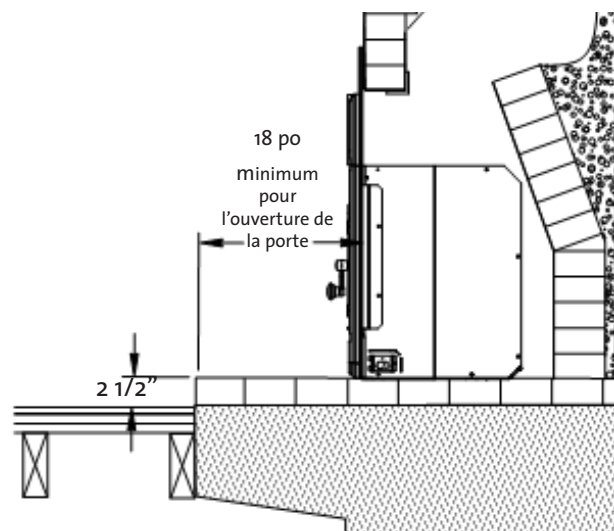

Figure 5. Pour le Canada: Profondeur minimum d'un plancher surélevé approuvé par les normes.
- b) Si elle est surélevée d'un minimum de 2 1/2 po et est faites de matériaux non combustibles dans un foyer de maçonnerie approuvé par les codes. Voir la figure 5.
- Le dégagement (espace libre) doit être maintenu entre le poêle encastrable et les matériaux combustibles situés au-dessus et sur les côtés. Voir les figures 5 et 6 pour les dégagements minimaux.